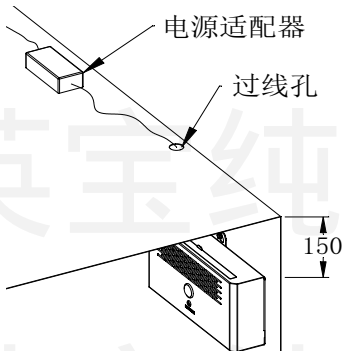

图 4.1 走线示意图
- 请预留顶部走线和操作空间，并且过线孔直径建议不小于 20mm；同时考虑到后续维护，建议产品顶部与轿厢顶部预留 150mm-300mm 空间，如图 4.1。